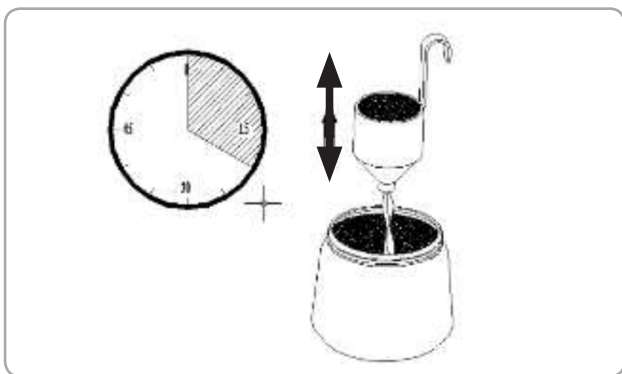

Fig.8
- Măsurați în secunde timpul necesar pentru ca vopseaua să se scurgă complet din capsula. Fig 8